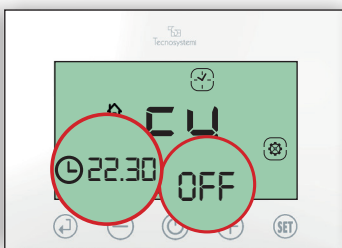

Fig.19
4.3 Impostare l'orario di spegnimento OFF della fascia F4 (22.30) e confermare con (↵). (Fig.19)